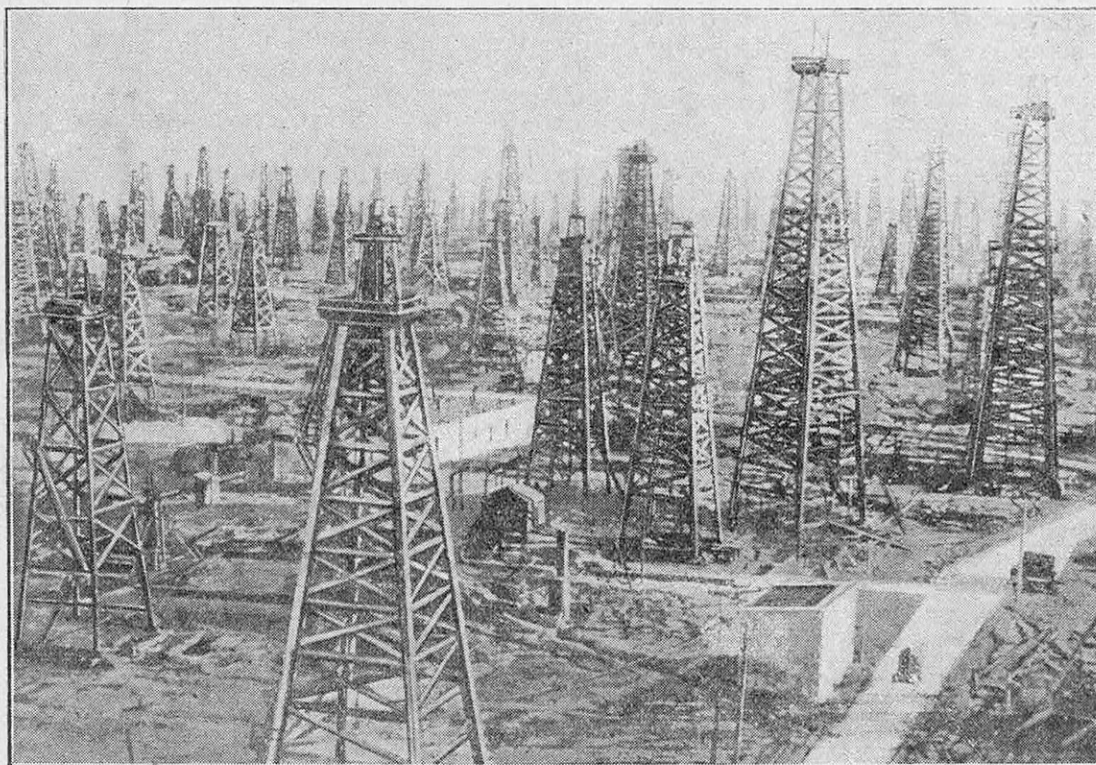

FIG. 2. — CHAMP PÉTROLIFÈRE AU MEXIQUE
Le problème de l'exploitation consiste à percer d'un forage (1) l'ensemble des terrains recouvrant le gisement, à aller jusqu'au pétrole, à l'extraire du sol en le souillant le moins possible et à le capter à la sortie du forage pour l'amener aux installations de raffinage. Bien entendu, comme il s'agit d'imprégnation et non pas, comme l'imagine communément le profane, de « poches », il ne suffira pas généralement d'un seul sondage pour épuiser un champ pétrolifère, mais il faudra multiplier (fig. 2) des trous plus ou moins rapprochés, suivant leur diamètre et suivant la porosité de la roche magasin. On admet généralement pour un gisement moyen comme porosité et comme profondeur qu'il faut un puits tous les 2 ou 3 hectares. On peut d'ailleurs, dans certains cas (grès par exemple), augmenter artificiellement la porosité au voisinage d'un sondage (notamment pour ranimer un forage qui commence à s'épuiser) en « torpillant » le fond du trou, c'est-à-dire en faisant éclater au niveau de la roche magasin une charge (pouvant atteindre 150 kg) de nitroglycérine contenue dans des torpilles en fer blanc et mise à feu électriquement.
(1) Nous ne parlerons pas ici de l'exploitation par puits et galeries adoptée pour certains gisements pauvres du type Pechelbronn où la roche imprégnée est traitée comme un véritable minerai, extrait en chantiers souterrains.